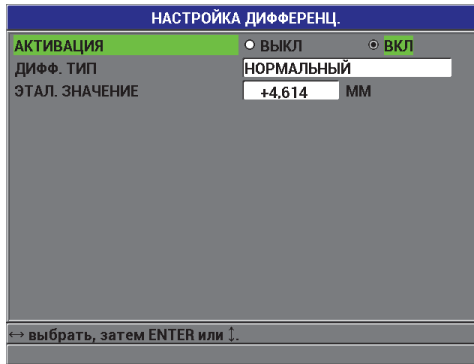

Рис. 5-2 Экран НАСТРОЙКА ДИФФЕРЕНЦИАЛЬНОГО режима
3. В окне **НАСТРОЙКА ДИФФЕРЕНЦ.** (см. Рис. 5-2 на стр. 97):